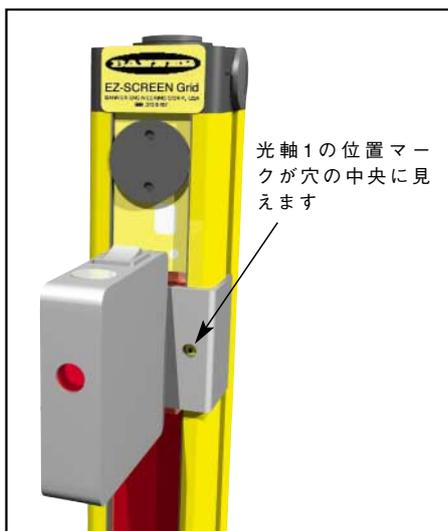

Fig.3-12 投光器の光軸1の位置に取り付けたLAT-1レーザー・アライメント・ツール
- 1) LAT-1に付属のブラケットクリップを使って、バッテリー駆動のLAT-1を投光器ハウジングの光軸1の位置(表示側)に取り付けます。ハウジングのレンズ横のドットが光軸の位置を示します。LAT-1の穴を光軸1のマークに合わせてください(Fig.3-12参照)。